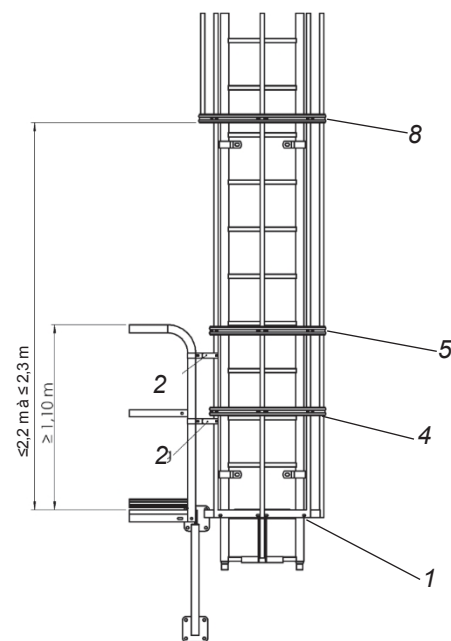

Fig. 41 Fermeture inférieure avec accès latéral
Fermeture inférieure latérale (fig. 41)
Au départ avec accès latéral d'un train d'échelles, le garde-corps doit être continué. Pour cela, il faut monter 2 x 3/4 arceaux de protection dorsale à la hauteur de la barre de genoux (fig.41/pos. 4) et de la main courante (fig.41/pos. 5). Le premier arceau de protection dorsale complet (fig.41/rep. 8) doit être monté avec un espace suffisant pour la tête à une hauteur de 2,2 - 2,3 m au maximum au-dessus de la barre de support (fig.41/rep. 1).
Pour les sorties latérales et les changements d'échelle, il faut prévoir un tube de protection dorsale au niveau de la sortie/du changement d'échelle. Pour la sortie latérale, il faut un caillebotis de type 0529.20.11 et pour le passage à un autre train d'échelles, une plate-forme de transfert de type 0529.20.03. En cas de sortie latérale, il faut monter des sécurités afin de fermer l'espace entre la protection dorsale et le garde-corps, p. ex. des raccords télescopiques (fig. 41 / Pos. 2). Ces supports doivent être adaptés et percés pour le montage. Aux points de sortie vers la prochaine plate-forme ou le prochain train d'échelles adjacent à droite ou à gauche, les tubes de raccordement internes de la protection dorsale doivent être évidés jusqu'au bord inférieur de l'arceau de protection dorsale (fig. 38+39 / pos. 8) disposé à 2,2 m - 2,3 m max. au-dessus de la plate-forme. Les tubes de liaison de la protection dorsale sont vissés directement à la grille de maintien au moyen de vis à étrier (ill. 43 / pos. 10) et d'écrous. Dans le cas d'installations à plusieurs échelles, la protection dorsale doit être reliée aux éléments de transfert (fig. 38+39 / pos. 2). Pour ce faire, les